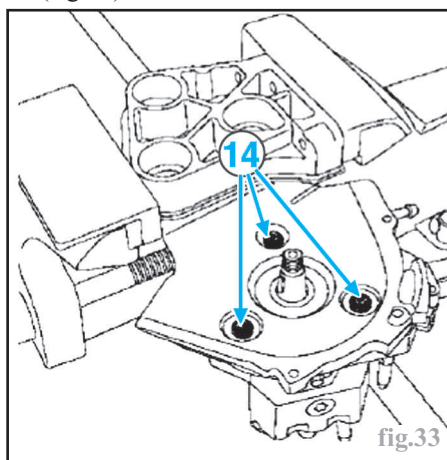

fig.33
- déposer les vis de fixation de la pompe (14) et la dégager de son support (fig.33).